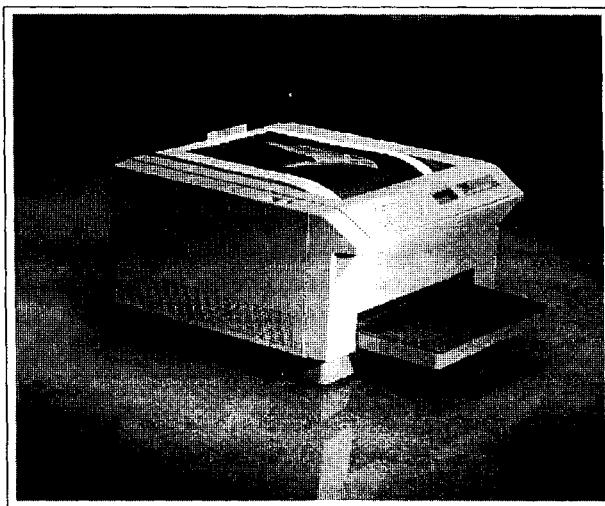

Рисунок 4-5
- Цветные сублимационные принтеры (см. рисунок 4-5) позволяют получить фотографически реалистичные цвета непрерывных тонов с помощью тонкого изменения температуры нагревающих элементов, которые расплавляют краски CMYK. Более высокие температуры вызывают испарение и перенос на бумагу большего количества краски, что приводит к более тем-